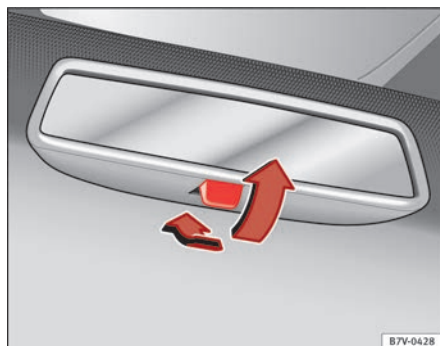

Fig. 72 Retrovisor com antiencaamento manual
- Para evitar o encandeamento, puxe o manípulo para trás ⇒ Fig. 72.